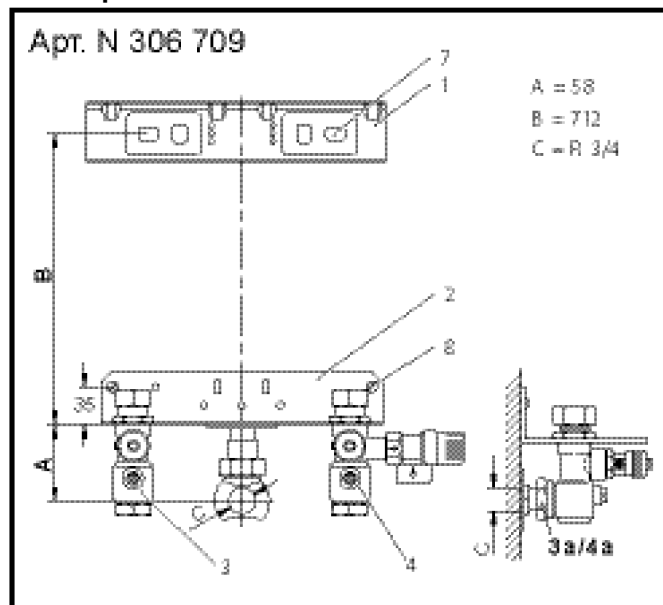
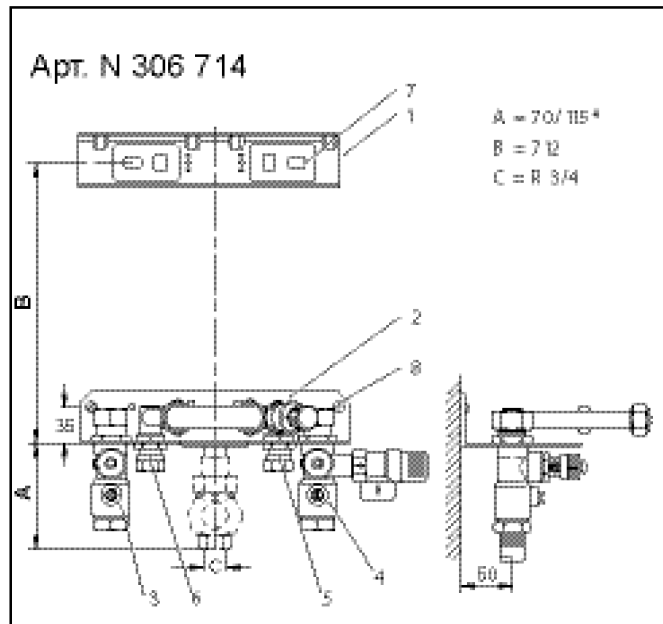

Рис. 3.5 Крепежная консоль VC (скрытый монтаж)
Рис. 3.7 Крепежная консоль VCW (открытый монтаж)
Пояснение к рис. 3.5 и 3.6
- * Наметьте с помощью прилагаемого шаблона отверстия для крепежных отверстий держателя (1) и крепежной консоли (2) (Принадлежность). (См. рис. 3.5, 3.6 и 3.7)
- * Закрепите держатель (1) к стене
- * Установите консоль (2)
- * Навесьте аппарат на держатель сверху и проведите одновременно трубопроводы подачи горячей воды системы отопления (3) и обратной воды (4) через соответствующие предусмотренные для них отверстия
- * подвести питающую линию холодной воды (5) и линию выхода горячей воды (6) к нижней части аппарата (рис. 3.7)